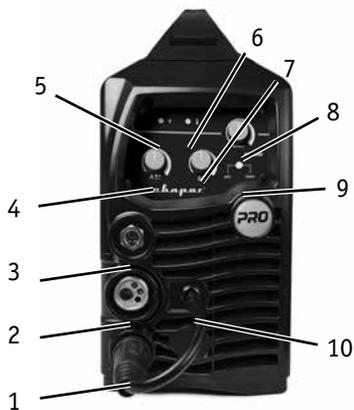
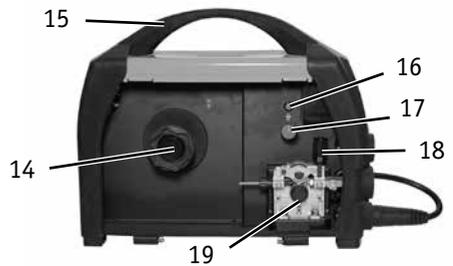

Рис. 1.1
Рис. 1.3
2. Вставьте сварочную горелку в «евроразъем» (2) (**рис. 1.1**) на передней панели аппарата и прикрутите его. После установите катушку с проволокой, установите ролики с теми канавками, которые соответствуют диаметру проволоки. Зафиксируйте проволоку с помощью ручки зажима проволоки (18) (**рис. 1.3**). С помощью кнопки прогона проволоки (16) (**рис. 1.3**) протяните проволоку внутрь горелки.
5. В зависимости от требуемой полярности вставьте кабельную вилку, соединенную с клеммой заземления, в соответствующий разъем «-» или «+» на передней панели сварочного аппарата (1 или 3) (**рис. 1.1**) и закрутите его по часовой стрелке.
6. Вставьте кабель полярности (10) **(рис. 1.1)** в свободный (не подключенный кабелем клеммы заземления) разъем сварочного аппарата и закрутите его по часовой стрелке.
7. Произведите настройки процесса сварки на передней панели управления аппарата. Выберите настройку MIG с помощью переключателя (9) **(рис. 1.1)** установите значение скорости подачи проволоки (8), выставьте рабочее напряжение дуги (7) **(рис. 1.1)**.
2. На передней панели имеется два разъема «+» и «-» (1 и 3) **(рис. 1.1)**. Для плотного закрепления прямого и обратного кабелей в разъемах необходимо вставить кабельную вилку в соответствующим кабелем в панельный разъем до упора и повернуть его по часовой стрелке. При неплотном подсоединении кабелей возможны повреждения как кабельного разъема, так и источника питания.
6. Выберите способ сварки ММА переключателем на передней панели аппарата (9) **(рис. 1.1)**. С помощью регулятора (4) **(рис. 1.1)** установите значение тока.